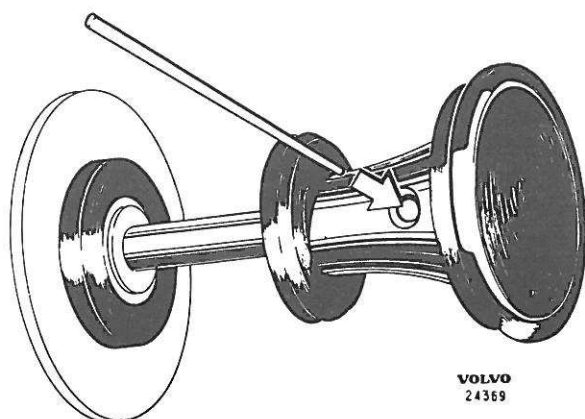

Figure 107. Démontage du bouton-tirette
2. Enfoncer la goupille de verrouillage avec un outil approprié et retirer le bouton-tirette, figure 107.